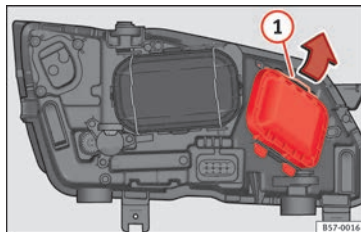

Abb. 106 Im Motorraum: Abdeckung entfernen.
2. Verschieben Sie die Strebe »» **Abb. 106** (1) in Pfeilrichtung und nehmen Sie die Abdeckung ab.
2. Verschieben Sie die Strebe » **Abb. 106** ① in Pfeilrichtung und nehmen Sie die Abdeckung ab.